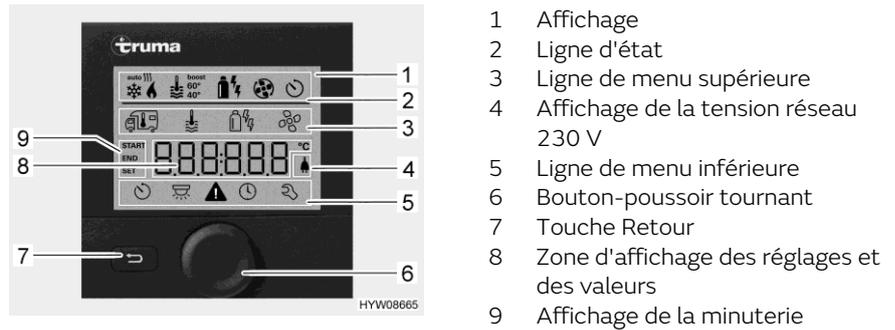
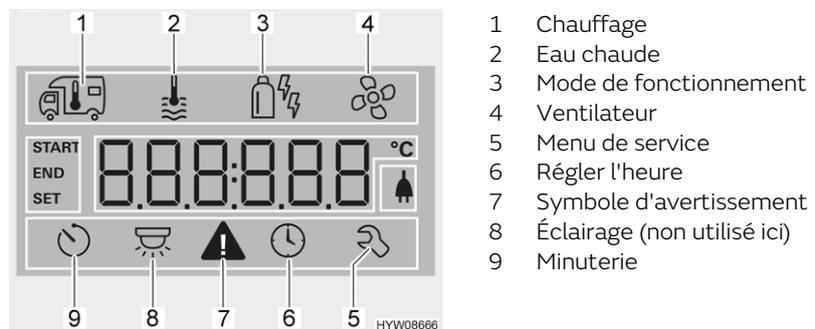

Fig. 106 Unité de commande avec affichages
Fig. 107 Écran (unité de commande)
- Ligne d'état (Fig. 106,2)
- Ligne de menu supérieure (Fig. 106,3)
- Zone d'affichage (Fig. 106,8)
- Ligne de menu inférieure (Fig. 106,5)
- Appuyer sur le bouton-poussoir tournant (Fig. 106,6) pendant env. 3 secondes. Les deux lignes de menu (Fig. 106,3 et Fig. 106,5) sont affichées. Le premier symbole clignote.
- Tourner le bouton-poussoir tournant (Fig. 106,6) jusqu'à ce que le symbole de menu désiré clignote.
- Appuyer sur le bouton-poussoir tournant pour enregistrer la valeur réglée. Si la valeur réglée à l'origine ne doit pas être modifiée : Appuyer sur la touche Retour (Fig. 106,7).
- Tourner le bouton-poussoir tournant (Fig. 106,6) jusqu'à ce que le symbole de menu du chauffage (Fig. 107,1) clignote.
- Appuyer sur le bouton-poussoir tournant pour enregistrer la valeur réglée. Le symbole clignote dans la ligne d'état (Fig. 106,2) jusqu'à ce que la température ambiante réglée soit atteinte. Si la valeur réglée à l'origine ne doit pas être modifiée : Appuyer sur la touche Retour (Fig. 106,7).
- Tourner le bouton-poussoir tournant (Fig. 106,6) jusqu'à ce que le symbole de menu de l'eau chaude (Fig. 107,2) clignote.
- Appuyer sur le bouton-poussoir tournant pour enregistrer la valeur réglée. Le symbole clignote dans la ligne d'état (Fig. 106,2) jusqu'à ce que la température d'eau chaude réglée soit atteinte. Si la valeur réglée à l'origine ne doit pas être modifiée : Appuyer sur la touche Retour (Fig. 106,7).
- Tourner le bouton-poussoir tournant (Fig. 106,6) jusqu'à ce que le symbole de menu de mode de fonctionnement (Fig. 107,3) clignote.
- Appuyer sur le bouton-poussoir tournant pour enregistrer le mode de fonctionnement réglé. Si le réglage d'origine ne doit pas être modifié : Appuyer sur la touche Retour (Fig. 106,7).
- Tourner le bouton-poussoir tournant (Fig. 106,6) jusqu'à ce que le symbole de menu du ventilateur (Fig. 107,4) clignote.
- Tourner le bouton-poussoir tournant (Fig. 106,6) jusqu'à ce que le symbole de menu de la minuterie (Fig. 107,9) clignote.
- Appuyer sur le bouton-poussoir tournant. La minuterie est activée. Le symbole de la minuterie (Fig. 107,9) clignote quand cette dernière est programmée et active.
En cas d'avertissement, le symbole correspondant (Fig. 107,7) clignote. Le chauffage continue de fonctionner. Le symbole d'avertissement s'éteint de lui-même quand il ne s'agit que d'un dérangement passager.